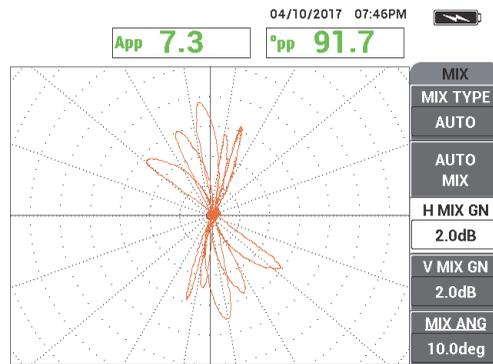

Figura 5-174 Resultados del escaneo del tubo
12. Escanee el tubo para hallar los defectos (vea la Figura 5-174 en la página 272).